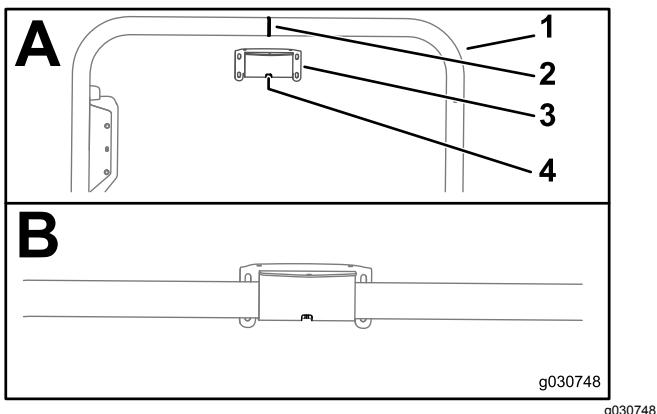

Figura 123
- Allineate l'intaglio che si trova al centro del supporto del ricevitore con la saldatura nella linea centrale del tubo del ROPS (Figura 123).